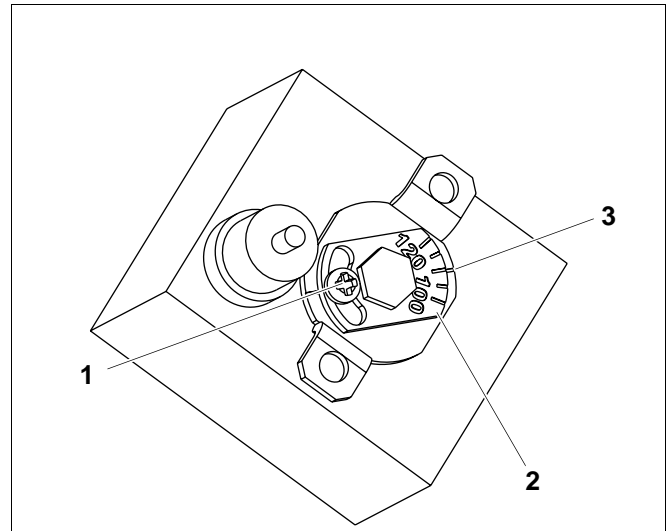

Abb. 3 Variante A
2.2.1 Abb. 3 Variante A
- Schraube (Abb. 3, **Pos. 1**) lösen.
- Blechteil mit Temperaturskala (Abb. 3, **Pos. 2**) auf Markierung (Abb. 3, **Pos. 3**) stellen.
- Schraube (Abb. 3, **Pos. 1**) wieder andrehen.